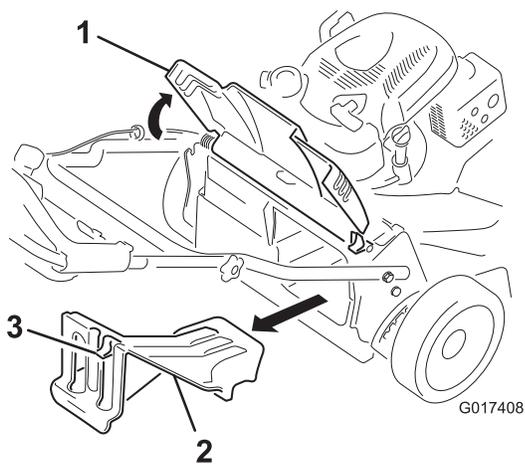

Figure 25
1. Soulevez le déflecteur arrière et gardez-le dans cette position (Figure 25).
2. Retirez l'obturateur d'éjection arrière en appuyant sur le verrou avec le pouce et en tirant l'obturateur hors de la machine (Figure 25).